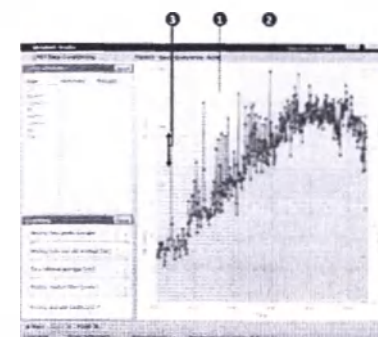

Рис. 62: Удаление аномальных значений в модуле рабочего процесса Data Conditioning (Обработка данных)
- Теперь выберите петлю переменной для аномальной точки измерения, которую вы бы хотели удалить. Теперь точки измерения этой петли отмечены красными точками редактирования (➔ рис. 62).